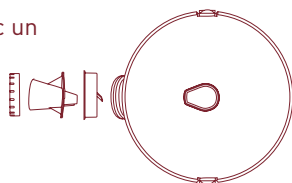

Figure 7
6. Tournez l'écrou d'assemblage de la lame raboteuse en sens antihoraire, enlevez l'ensemble de rabotage, rincez-le et asséchez-le avant le rangement en lieu sûr (figure 7).